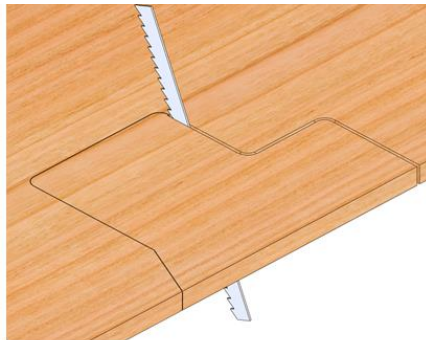

Fig10
- Umrisse aufzeichnen und ausschneiden (Fig10)